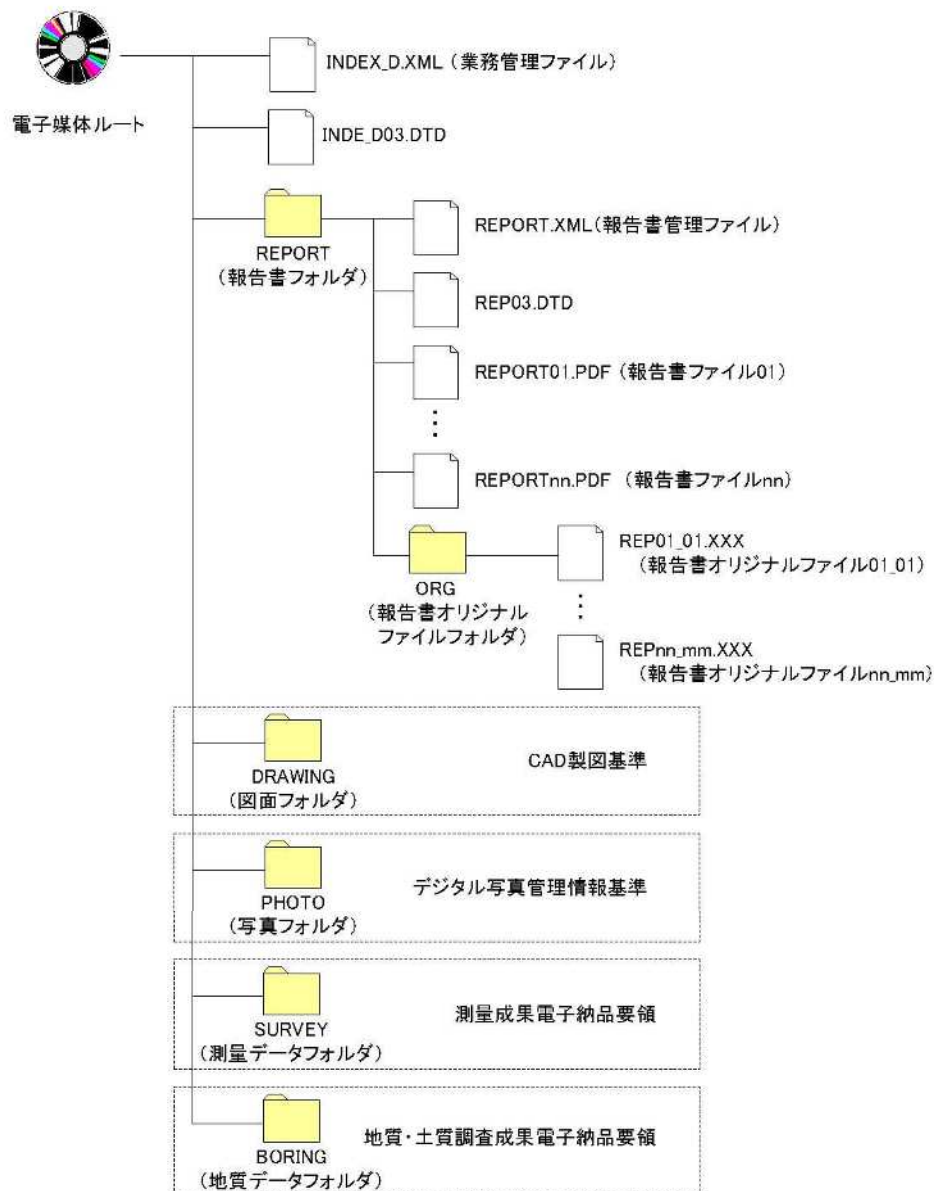

図 2-1 フォルダ構成
電子的手段により引き渡される成果品は、図 2-1 に示されるフォルダ構成とする。
- 図 2-1 のフォルダの順番は例示であり、表示の順番はこれによるものではない。